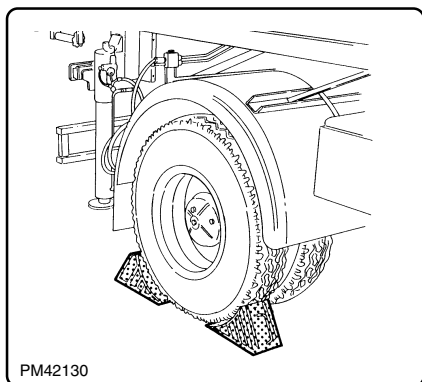

fig. 6.7.1
**1** Bloccare il veicolo nella posizione più conveniente con il freno di stazionamento e mettere le calzatoie sotto le ruote motrici (fig. 6.7.1).
**1** *Lock the vehicle in the most convenient position with the parking brake and place the wedges under the driving wheels (fig. 6.7.1).*